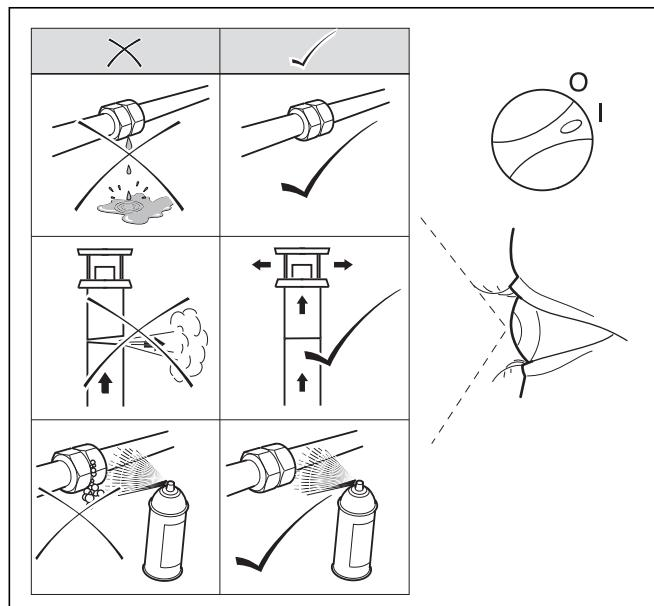

Fig. 6.6 Contrôle fonctionnel
- Vérifiez l'étanchéité de l'arrivée de gaz, de l'installation de chauffage et des conduites d'eau chaude (cf. fig. 6.6).